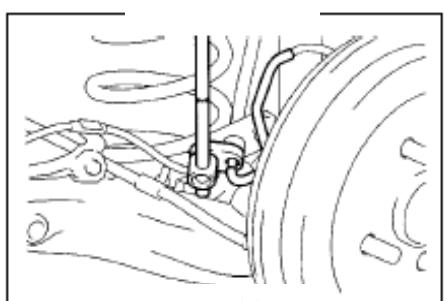

Рис. 204
- 4. Демонтируйте клапан ограничения давления и правую заднюю тормозную трубку**(рис. 204)